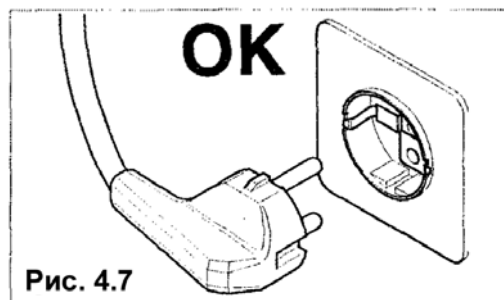

Рис. 4.7
- Автомат оснащен сетевым шнуром HQ5W-F 3x1,5 мм2 с вилкой SCHUKO (рис. 4.7).